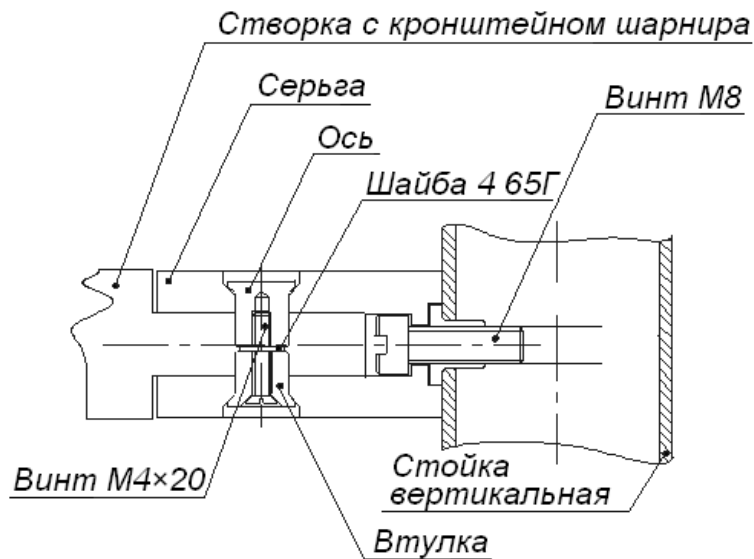

Рисунок 14. Крепление шарниров к опорной стойке поворотной секции ограждения
3. На опорной стойке двумя винтами M8x25 закрепите две серьги шарниров, как показано на рис. 14.
4. Установите в рабочее положение и закрепите болтами M10 опорную стойку. Соберите шарнирные узлы со створкой на опорной стойке, как показано на рис. 14.
4. Закрепите на опорной стойке двумя винтами М8×25 две серьги шарниров, как показано на рис. 14. Установите в рабочее положение опорную стойку. Для обеспечения вертикальности установки стоек рекомендуется использовать монтажные прокладки 50×20×0,5...0,8 мм.